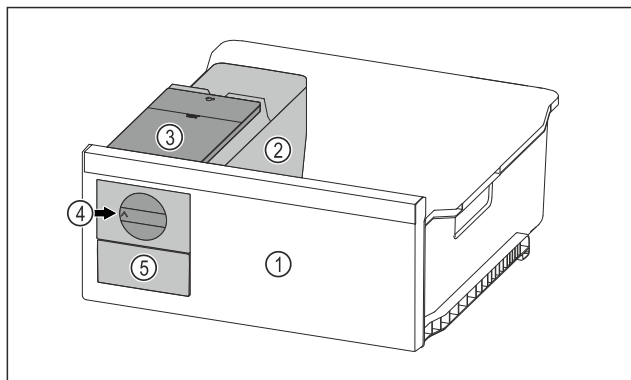

Fig. 99 Näitlik kujutis
- ▶ Keerake pöördnupp Fig. 99 (4) päripäeva lõpuni.
- ▷ Jääkuubikud kukuvad jääkuubikualusest jääkuubikusahtlisse Fig. 99 (5).